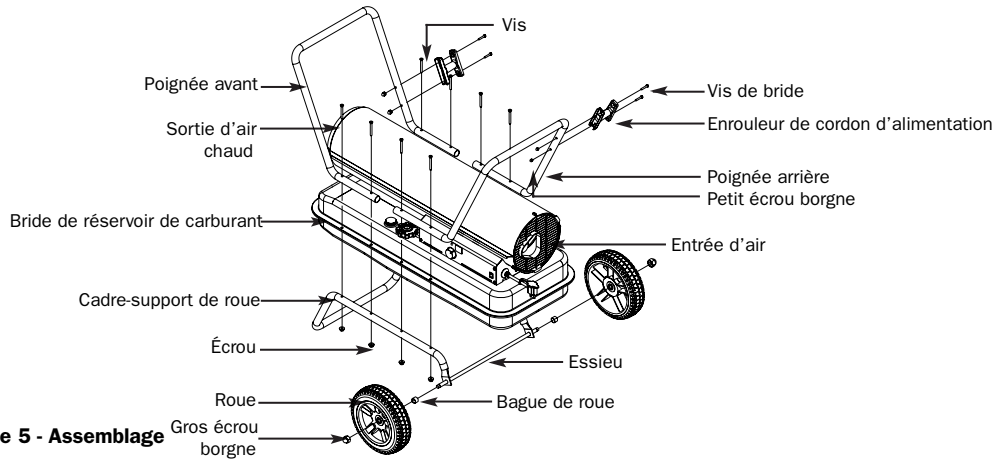

Figure 5 - Assemblage
4. Placez l'appareil de chauffage sur le cadre-support de roue. Assurez-vous que l'entrée d'air à l'arrière de l'appareil de chauffage est au dessus des roues. Alignez les trous sur les trous de la bride du réservoir de carburant. Insérez les vis à travers les poignées (avant et arrière), la bride du réservoir à carburant, et le cadre-support de roue tel qu'illustré à la figure 5 et serrez l'écrou manuellement à la suite de chaque vis insérée.
7. Insérez les vis dans l'enrouleur du cordon d'alimentation et les poignées tel qu'illustré à la figure 5 et serrez l'écrou manuellement à la suite de chaque vis insérée.